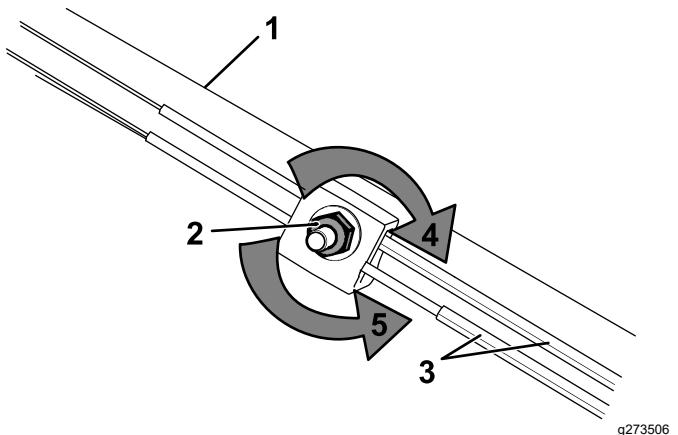

Figura 31
2. Regolate la tensione dei cavi (Figura 31) tirandoli indietro o spingendoli in avanti e mantenendoli in quella posizione.
1. Girate il dado di regolazione in senso antiorario per allentare le regolazioni del cavo (Figura 31).